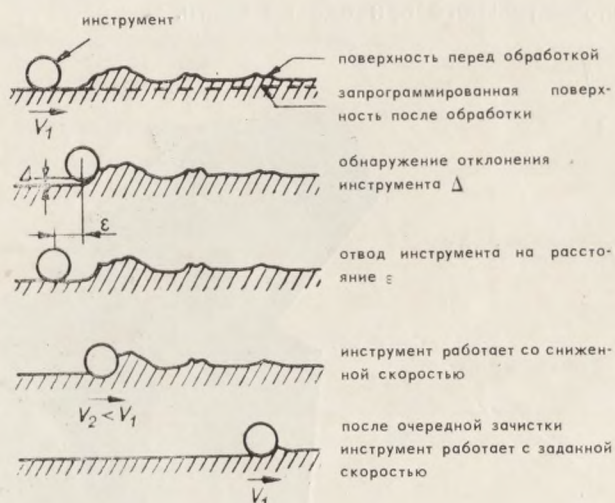

Рис. 3. Управление скоростью
- функция управления скоростью движений, которая позволяет согласовать скорость с припуском материала в операции притирки и шлифовки (рис. 3)